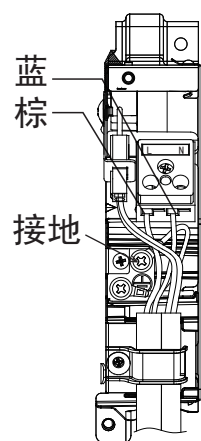

图15
- 将连接电缆如下图将头部弯折，并分别按不同颜色的线牢固的固定到接线盖板相对应的位置，紧固力矩（5kgf.cm）。（如图15）
- 连接电缆连接结束后，必须按图15所示装上接线盖板。
- 然后用手将面框右下角风室下盖板 ①、② 处的勾子沿箭头相反方向推紧，装上风室下盖板，然后关上面板。